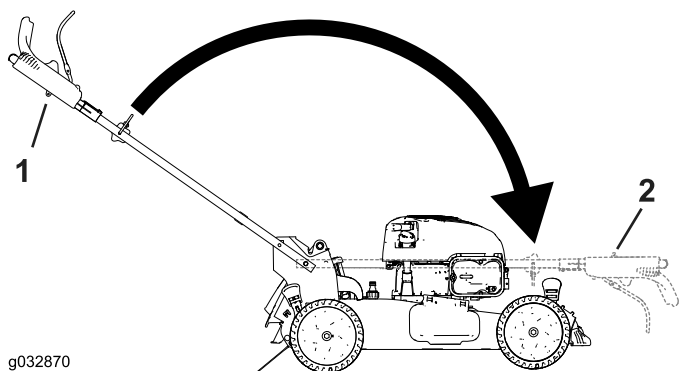

Figura 23
2. Doble el manillar girándolo hacia adelante (Figura 23).